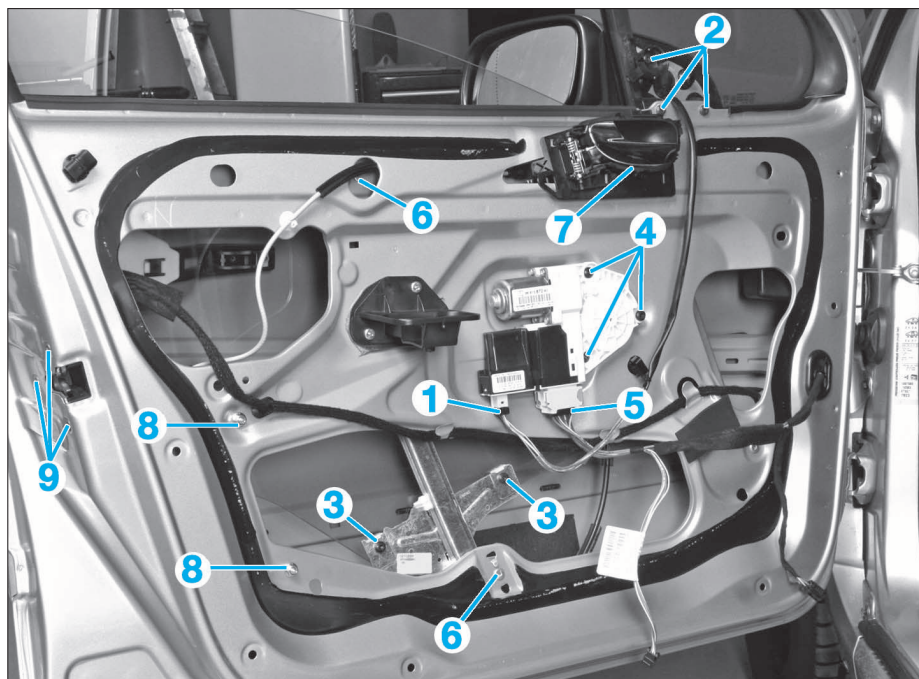

FIG. 38
- Déposer (Fig.38) :
- le connecteur (1) (si le connecteur est coincé contre la porte, déposer les vis (4) du moteur de lève-vitre)
- les vis (2)
- Déposer les 2 fixations (3) (Fig.38).
- Déposer les vis (4), les connecteurs (1) et (5) puis le moteur du mécanisme de lève-vitre (**Fig.38**).
- À l'aide d'une perceuse équipée d'un foret \varnothing 10 mm, faire sauter les rivets (6).
- Déposer la commande intérieure (7) en tirant la poignée vers l'avant (**Fig.38**).
- les fixations (8) de la coulisse de vitre
- les fixations (9).